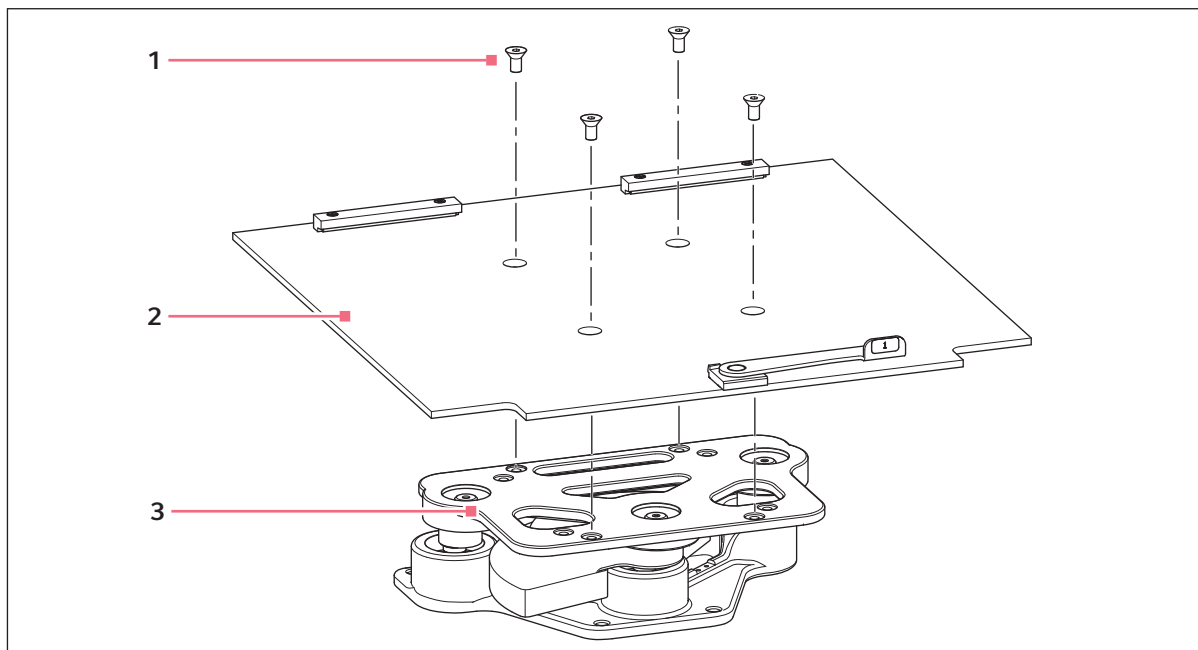

Fig. 8-1: Instalar subplataforma
A subplataforma e a plataforma devem ser instaladas na unidade antes do seu uso. O shaker é fornecido com os quatro parafusos Allen para a plataforma instalados na caixa de rolamentos. (aqui Fig. 8-1 na pág. 41)
2. Posicione a subplataforma na caixa de rolamentos do modo indicado em (aqui Fig. 8-1 na pág. 41), com os entalhes e a alavanca em frente do shaker, a alavanca posicionada para cima.